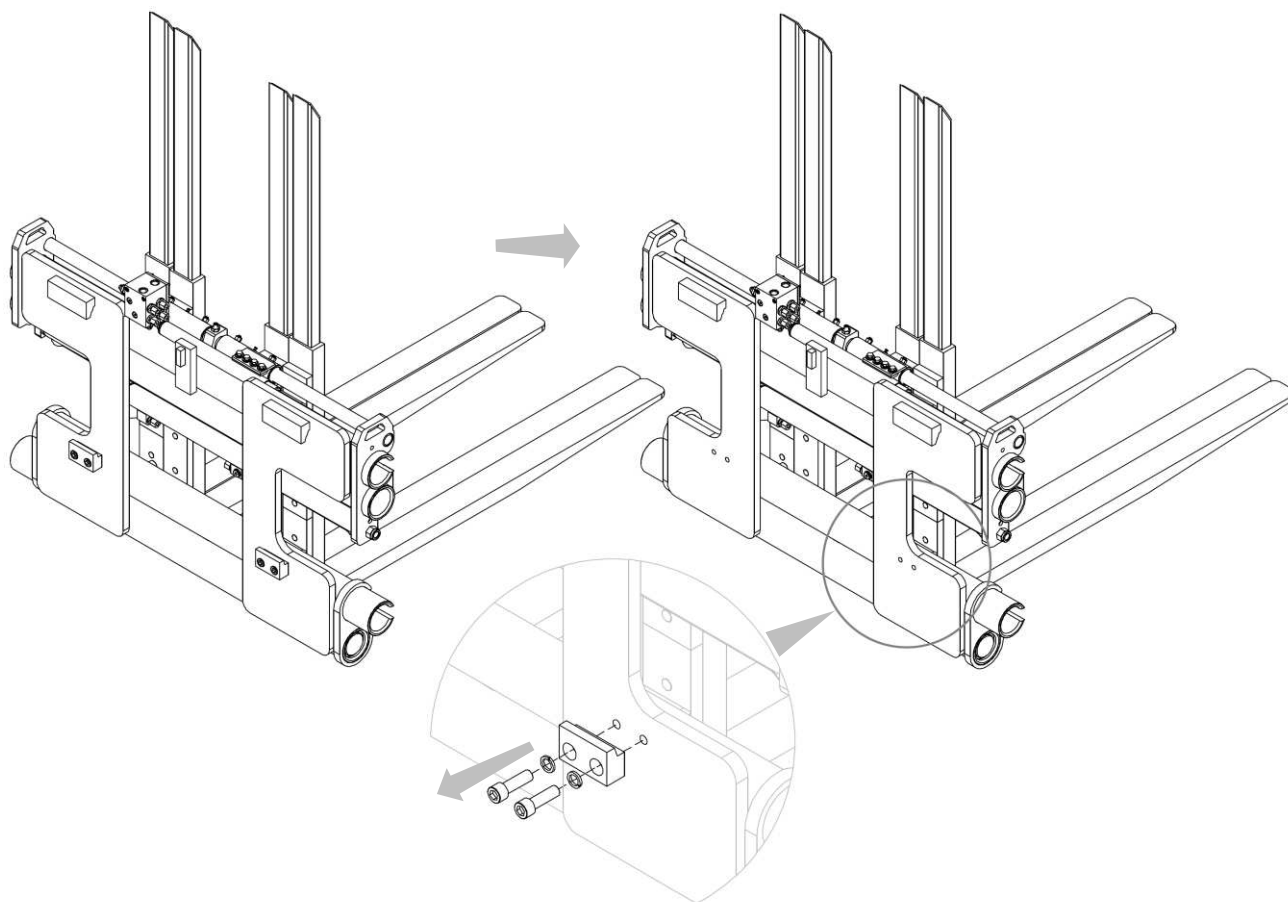

Figura 8
4. Rimuovere i ganci inferiori dall'attrezzatura (vedi *Figura 8*).
3. Rimuovere i ganci inferiori dalla struttura (vedi *Figura 4 e Figura 8 a pag. 12 e 15*).